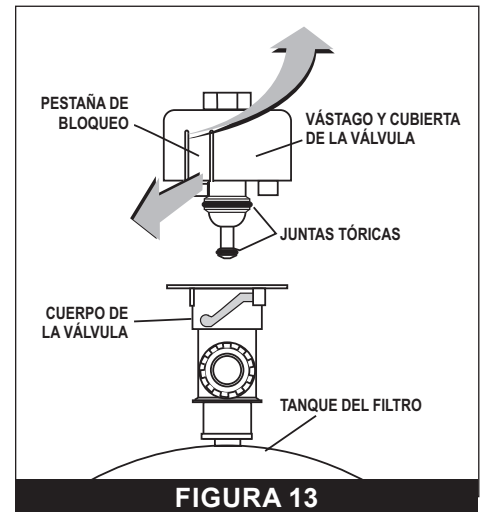

FIGURA 13
2. Con la válvula de alivio de aire instalada, extraiga las pestañas de bloqueo y desbloquee el vástago de la válvula y el conjunto de cubierta del cuerpo de la válvula en sentido contrario a las agujas del reloj (**FIGURA 13**).